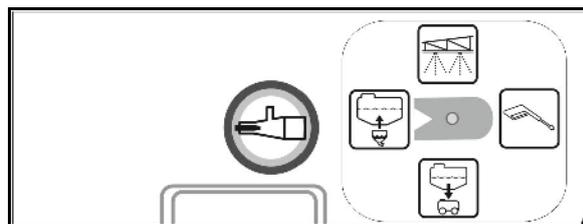

Fig. 144
2. Retirar el filtro de descarga (Fig. 144/1) y limpiar con agua.
5. Retirar el filtro de descarga (Fig. 144/1) y limpiar con agua.